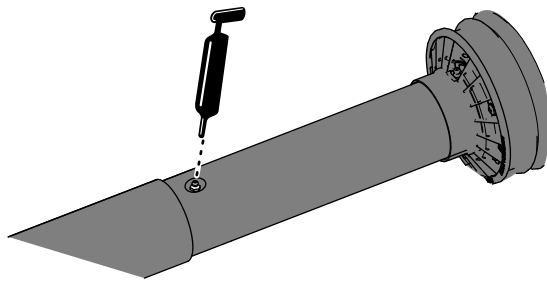

Рисунок 10
- Частично выдвиньте приводной вал механизма отбора мощности, чтобы получить доступ к масленке для консистентной смазки рядом со средней частью встроенного кожуха приводного вала (Рисунок 10).
4. Заправьте консистентной смазкой масленку для консистентной смазки телескопического соединения приводного вала, как показано на Рисунок 10.